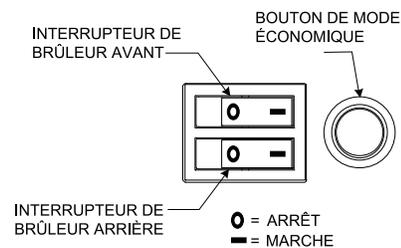

Figure 62
D. Mettre les deux interrupteurs de brûleur en marche pour allumer les brûleurs avant et arrière. Les interrupteurs de brûleur doivent rester en position de marche pour que la télécommande fonctionne. Voir Figure 62.
Pour éteindre le foyer, appuyer tout simplement sur « OFF » (Arrêt) sur la commande à distance ou mettre les interrupteurs de brûleur sur la position « ARRÊT ». Voir figure 62. NE PAS couper l'alimentation générale du foyer.
La soufflante s'engage et module sa vitesse automatiquement en fonction du fonctionnement des brûleurs. Voir Figure 62. Dans la majorité des cas, la soufflante démarre dans les 3 à 5 minutes qui suivent l'allumage des brûleurs.